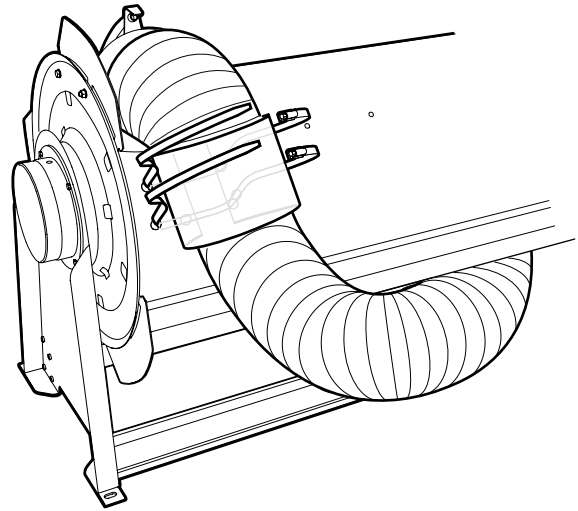

Fig. 11
- 7. Den Schlauch mit Gummituch und Schlauchschelle sichern, siehe Fig. 11.